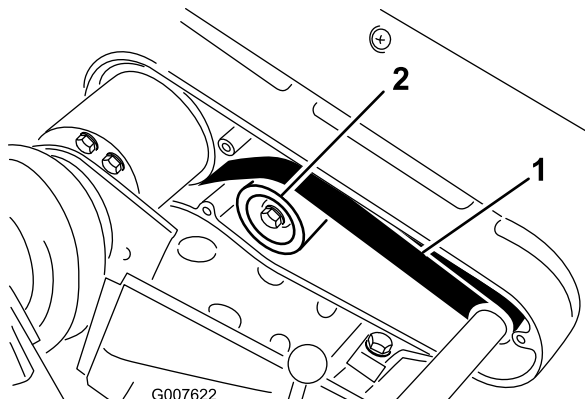

图39
- 使用 22~26N 的作用力按压两个皮带轮（图39）中间位置的皮带，检查皮带的张紧力。
- 松开怠轮皮带轮安装螺母，并紧贴着皮带背面顺时针旋转怠轮皮带轮，直至达到所需的皮带张紧力（图39）。